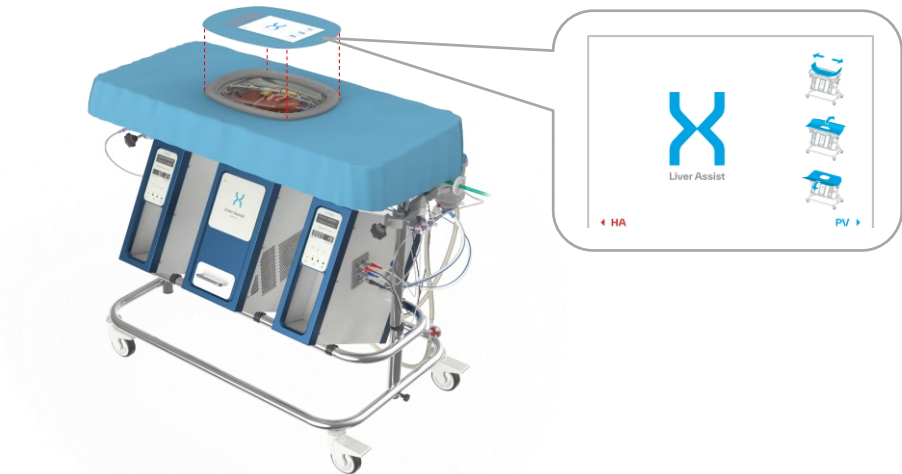

Figura 29: Colocación de una gasa estéril adicional.
- Coloque la gasa estéril adicional sobre el recipiente y asegúrese de que la orientación sea la correcta, tal y como indican las marcas «HA» y «PV» situadas a cada lado de la etiqueta (Figura 29).